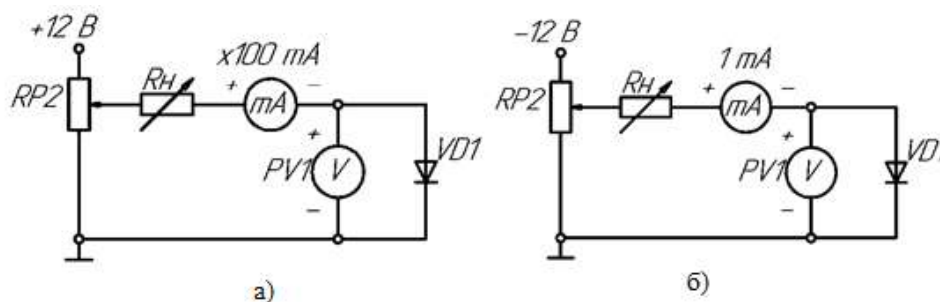

Рисунок 17 – Схема исследования диода
- 1) Собрать схему для исследования выпрямительного диода на постоянном токе в соответствии с принципиальной схемой (рис. 17а). Для измерения анодного тока включить миллиамперметр постоянного тока с пределом 100 мА. Для измерения анодного напряжения использовать мультиметр. Последовательно с диодом включить токоограничивающий резистор  $R_H$ .
3) Собрать схему для снятия обратной ветви ВАХ VD1, подключив к RP2 источник -12 В и заменив миллиамперметр, поменяв также его полярность подключения (рис. 17б); снять обратную ветвь ВАХ диода; результаты измерений занести в таблицу 27, по которой построить график обратной ветви ВАХ.